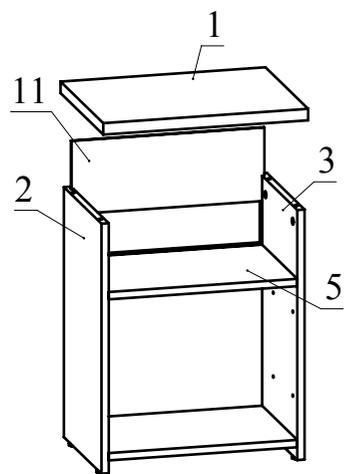

Рис.7
6. В пазы деталей 2, 3, 5 вставьте заднюю стенку 11 из ДВП. Установите деталь 1 на детали 2 и 3 и зафиксируйте, повернув конфирматным ключом головки минификсов по часовой стрелке до упора (Рис. 7).